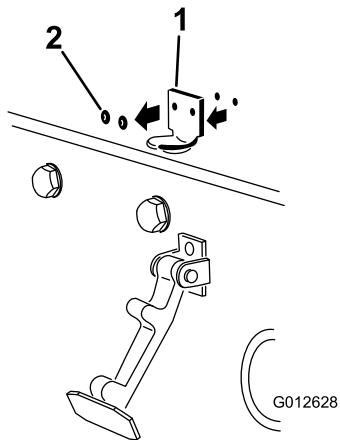

Figure 7
2. Retirez les 2 rivets qui fixent le support du loquet au capot (Figure 7).